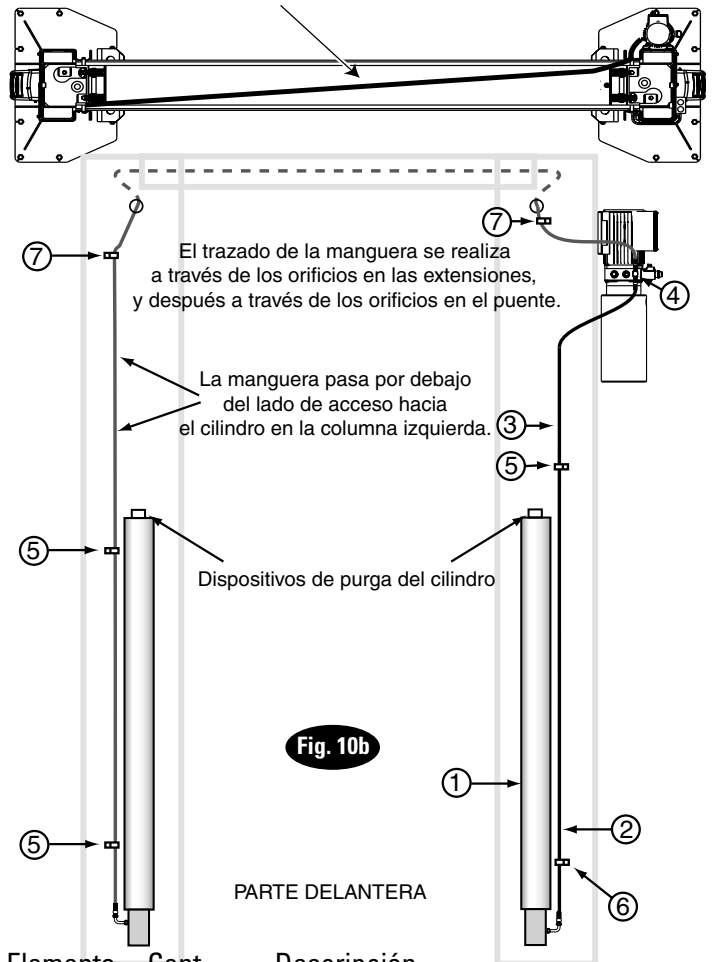

Fig. 10b
1. Instale la pza. (2) con las abrazaderas de manguera en el lado de la columna de la unidad de potencia, realizando primero la conexión al cilindro (1).
2. Instale la pza. (3) con las abrazaderas de manguera empezando en el cilindro de la columna izquierda (5) y hacia la columna derecha.
3. Instale la pza. (4) en la unidad de potencia.
4. Conecte la pza. (2) y la pza. (3) a la bifurcación en T (4).
**NOTA:** Introduzca la manguera de la unidad de potencia en las columnas usando las ranuras situadas en la base de la columna, Fig. 10b. Introduzca la manguera del puente en el canal de columna en la parte exterior de la columna, Fig. 10b. La manguera de puente se dirige a través de los orificios junto a las poleas en el conjunto de piezas soldadas del puente, Fig. 10b.